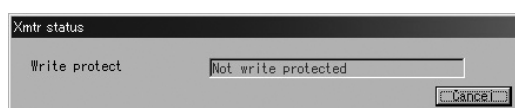

図81
- ② 図81のようなメッセージボックスが現れ、変換器の状態を確認することができます。